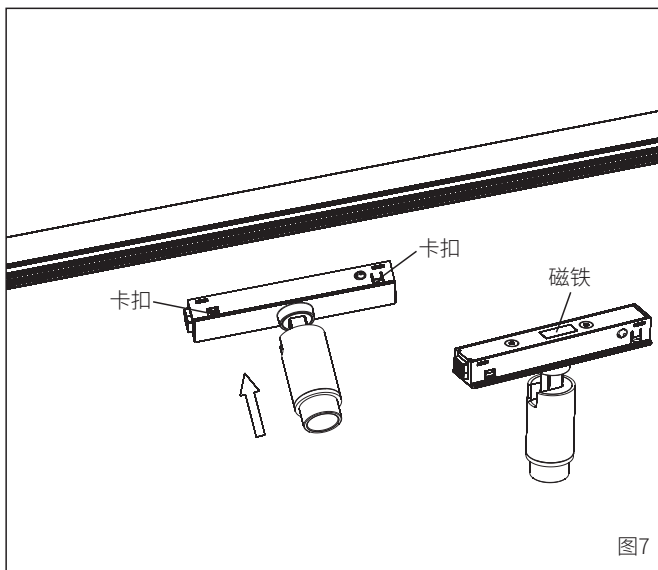

图7
1.直接将照明模组按压卡入导轨中,射灯依靠卡扣及磁铁吸合固定在导轨中,如图7所示;